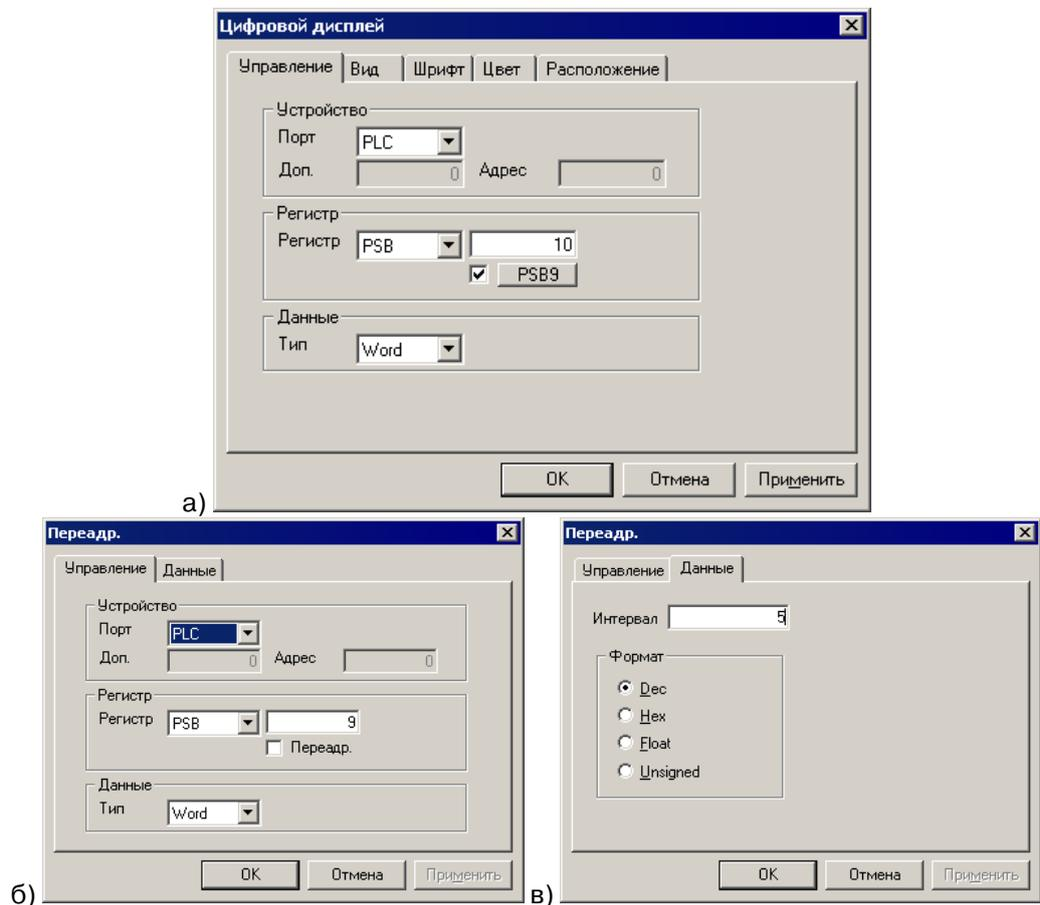

Рисунок 31
1. Редактируется элемент «Цифровой дисплей». Для него задается вид адресации и адрес регистра = 10 (P10) (см. рис. 31, а). Устанавливается флажок переключателя «Переадресация». При нажатии появившейся кнопки открывается дополнительное окно «Переадресация» (см. рис. 31, б), в котором на вкладке «Управление» указывается вид и адрес переадресующего регистра: 9(P9), а на вкладке «Данные», в поле «Время», указывается интервал (см. рис. 31, в). Переключатель «Формат объекта» устанавливается в требуемую позицию.